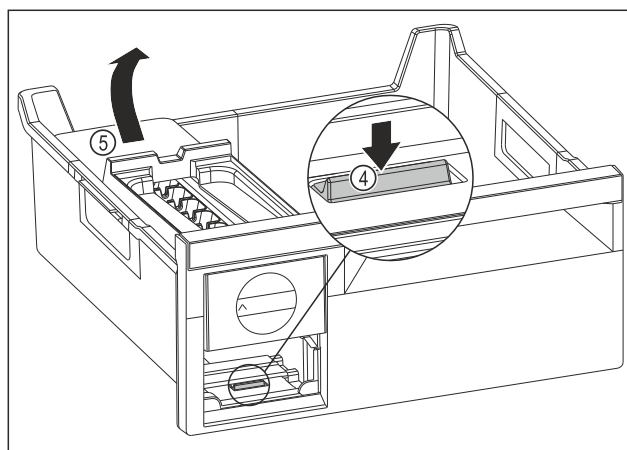

Fig. 188
- Retirer le corps de l'EasyTwist-Ice : Avec le doigt, pousser la languette Fig. 188 (4) vers le bas tout en soulevant de l'autre main le corps de l'EasyTwist-Ice Fig. 188 (5) depuis l'arrière.